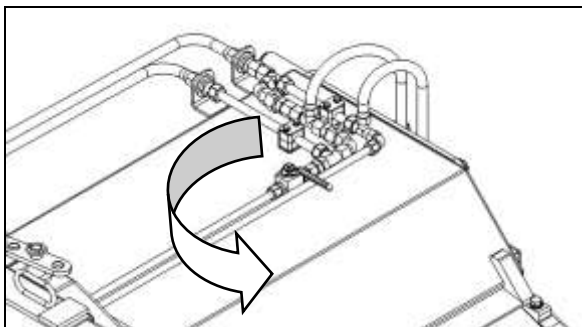
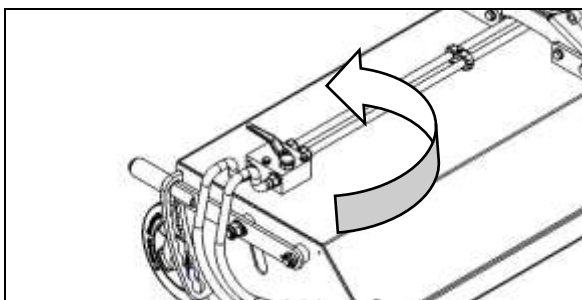

Fig. 4.34
Fig. 4.35
- Luk kontraventilen til hydraulikcylinderen for tømning af opsamlerkassen (fig. 4.34), og hydraulikmotoren til sidebørsterne (fig. 4.35).
- Støttehjul (1) skal vende bagud.